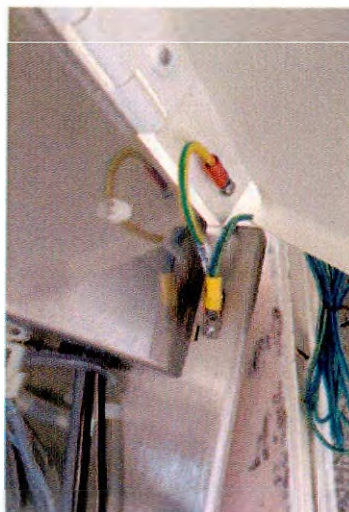

Рисунок 18. Подключение шнура заземления
- Подключение шнура заземления см. рисунок 18.